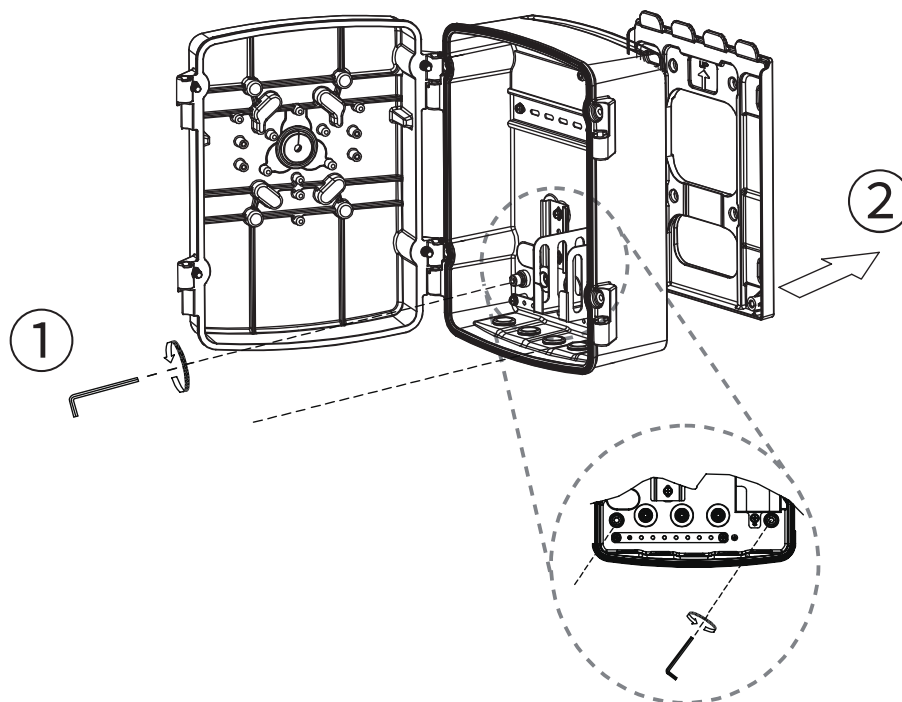

Рисунок 4.5 – Монтаж
3. Далее с помощью ключа извлеките винты из нижней части монтажной коробки. Отсоедините монтажное основание от изделия (Рисунок 4.5).